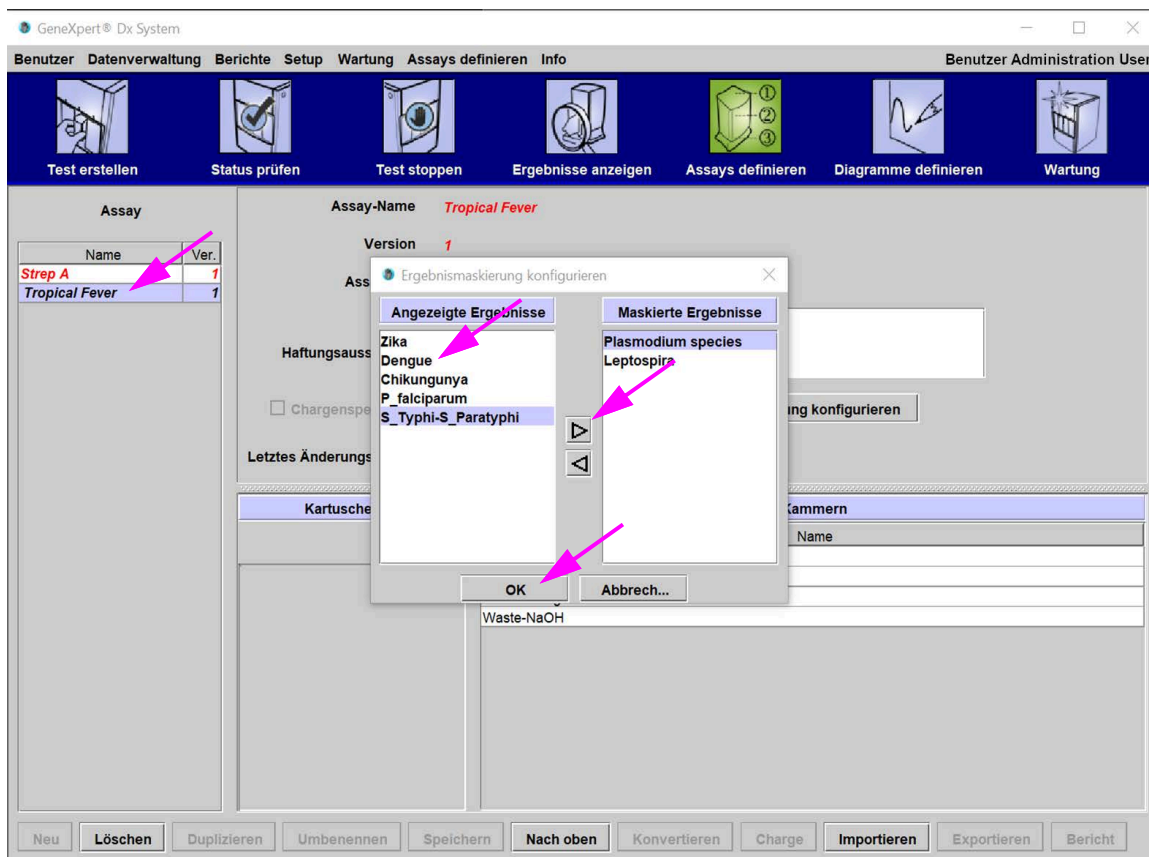

Abbildung 5-28. Bildschirm „Assays definieren“ mit dem Overlay „Ergebnismaskierung konfigurieren“
Der Bildschirm „Assays definieren“ wird angezeigt (siehe Abbildung 5-28).
3. Klicken Sie auf **Ergebnismaskierung konfigurieren** (siehe Abbildung 5-28).
4. Das Overlay „Ergebnismaskierung konfigurieren“ wird angezeigt (siehe Abbildung 5-28). Das Overlay „Ergebnismaskierung konfigurieren“ umfasst zwei Spalten: „Angezeigte Ergebnisse“ und „Maskierte Ergebnisse“. Alle Ergebnisse in der Spalte „Angezeigte Ergebnisse“ werden in den endgültigen Testergebnissen angezeigt. Die Ergebnisse in der Spalte der maskierten Ergebnisse werden im endgültigen Testergebnis nicht angezeigt.